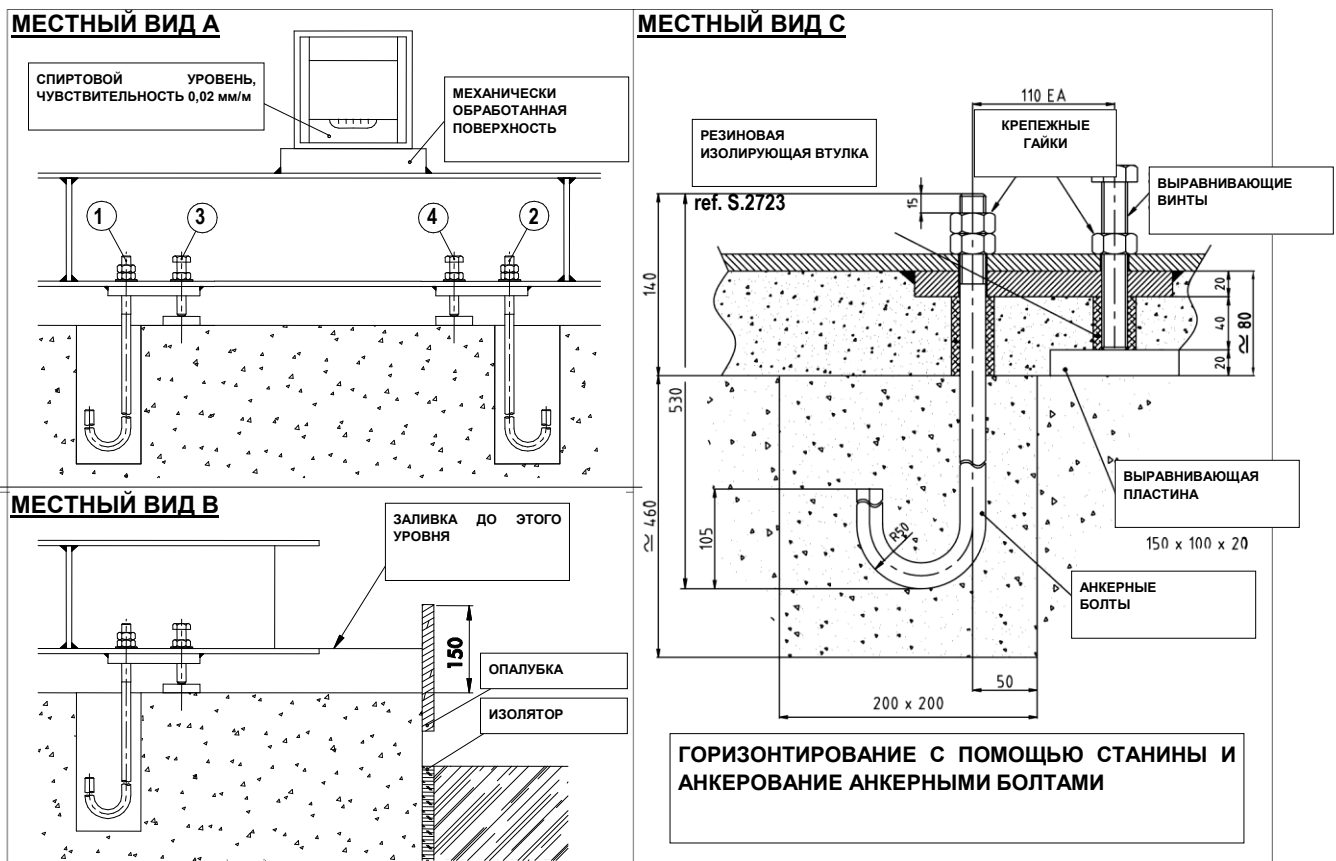

Рис. 2.4
2. Поднять станину примерно на один метр выше монолитного бетона. Установить выравнивающие винты и анкерные болты, как показано на местном виде А. Рис. 2.4. Проверить положения 15 мм и 50 мм.
6. Проверить, что станина горизонтальна, используя спиртовой уровень с разрешением 0,02 мм/м, или, по возможности, с использованием приборов для лазерной выверки. Эта проверка должна быть выполнена в поперечном и продольном направлениях на всех финишных поверхностях. Плоскостность должна быть не хуже 0,02 мм/м. Горизонтальность регулируют, используя спиртовой уровень на финишной поверхности, как показано на местном виде С Рис. 2.4 с использованием комплектов выравнивающих винтов/анкерных болтов.
8. Очистить поверхности монолитного бетона и подготовить их для заливки цемента. Обеспечить опалубку, как показано на местном виде В Рис. 2.4. При установке на открытом воздухе обеспечить надлежащее дренирование для дождевой воды, учитывая геометрическую форму станины. Залить малоусадочный цемент под станину до уровня, показанного на местном виде В. Не использовать механических вибраторов, которые могут нарушить достигнутое нивелирование поверхностей.